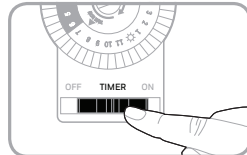

Figura 3
- Coloque el interruptor deslizante en la posición TEMPORIZADOR (Ver Figura 3).